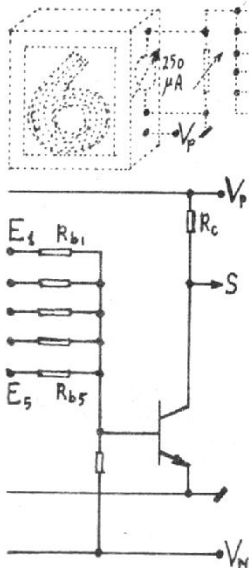

Fig. 12. Porte NI.
**PORTES NI ET COMPTEUR EN ANNEAU COMPOSE DE PORTES NI SIMPLIFIEES (Fig. 12 et 13)**